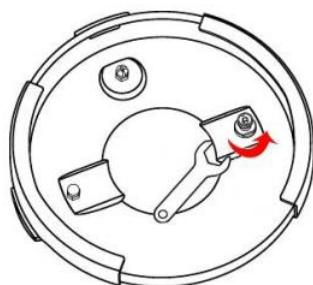
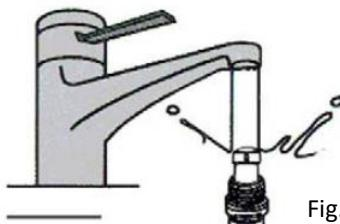

Fig.15
Fig.16
- ※ **Válvula de segurança antiabertura:** Mudar a válvula de segurança no sentido anti-horário com chave inglesa e, em seguida, desmontá-la (Fig. 15). Em seguida, lave-o limpando como Fig. 16.